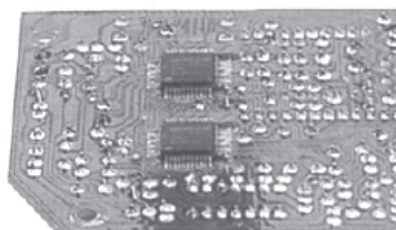

Рис.1
- Прогрейте монтируемое устройство (рис. 1)